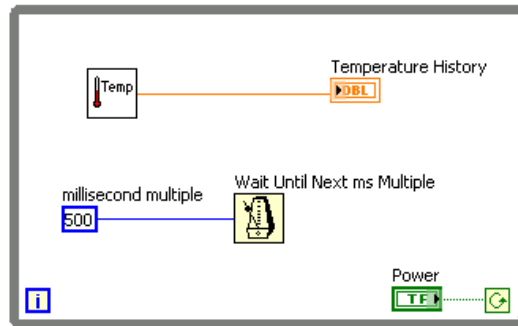

Figure 1.6
2. Construir el diagrama de bloques (Figure 1.6) de la.
4. Conectar los objetos como se muestra en la Figure 1.6.